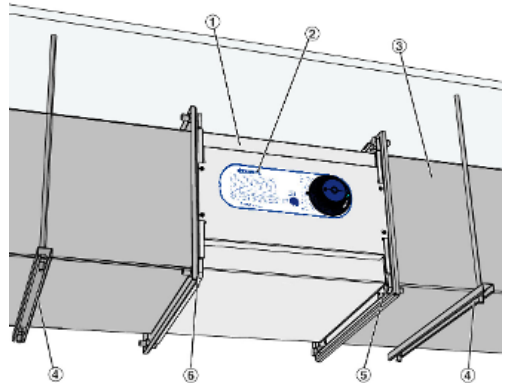

Abb. 12: Montagebeispiel
1. ▶ Abhängungen (Abb. 12/4) am Einbauort vormontieren, dabei beachten, dass der Abstand der Abhängungen ca. L+100 mm beträgt.
2. ▶ Luftleitungen (Abb. 12/3) bis zum Einbauort des Regelgerätes vormontieren.
3. ▶ Zwischen den Flanschen Dichtungen (Abb. 12/6) anbringen, ☞ „Dichtband anbringen“ auf Seite 9 (bauseits).
- Beim Einbau den Luftrichtungspfeil (Abb. 12/2 beachten).
4. ▶ Regelgerät (Abb. 12/1) mit Schrauben, U-Scheiben und Muttern M10 (Abb. 12/5) verschrauben.
- Verschraubung (Abb. 12/5) erfolgt mit Schrauben und Scheiben M8;